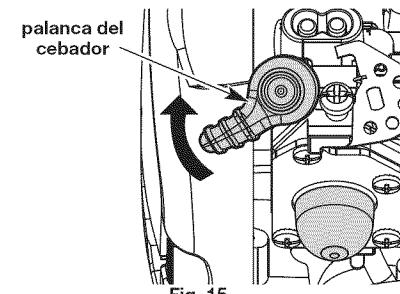

Fig. 15
4. Dé la vuelta a la palanca del cebador agujas del reloj hasta que encaje (Fig. 15).